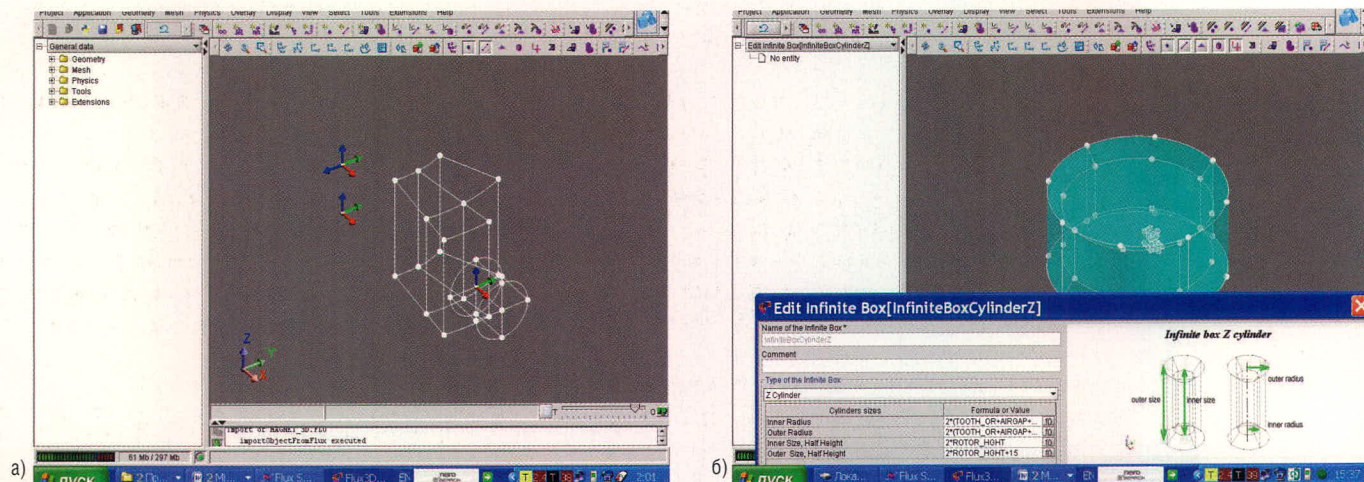

Рис. 12. Иллюстрация геометрического процесса сборки магнитной системы датчика
- построение домена или помещения бесконечного бокса *Infinite box* посредством команды *Geometry, Infinite box New* (см. рис. 12б).